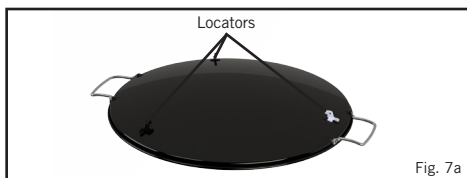

Fig. 7a
- Placera Brännarpannan (F) på skaftet och trefotsdelen.
- För att få diskgrillen klar att använda, placera disken ovanpå Brännarpannan (F) så att alla tre nabbarna (V) (Fig. 7a) passar mot utstående kanten runt Brännarpannan (F), så att den kommer att sitta stadigt.